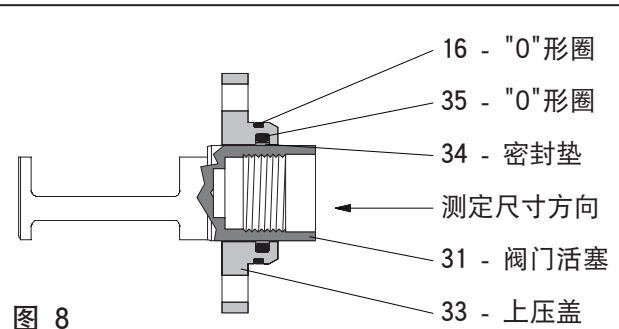

图 8
25. 润滑阀门活塞 (31), 小心将它推入上压盖 (37), 以确定密封垫 (38) 尺寸, 然后取出阀门活塞 (如下图8所示)。